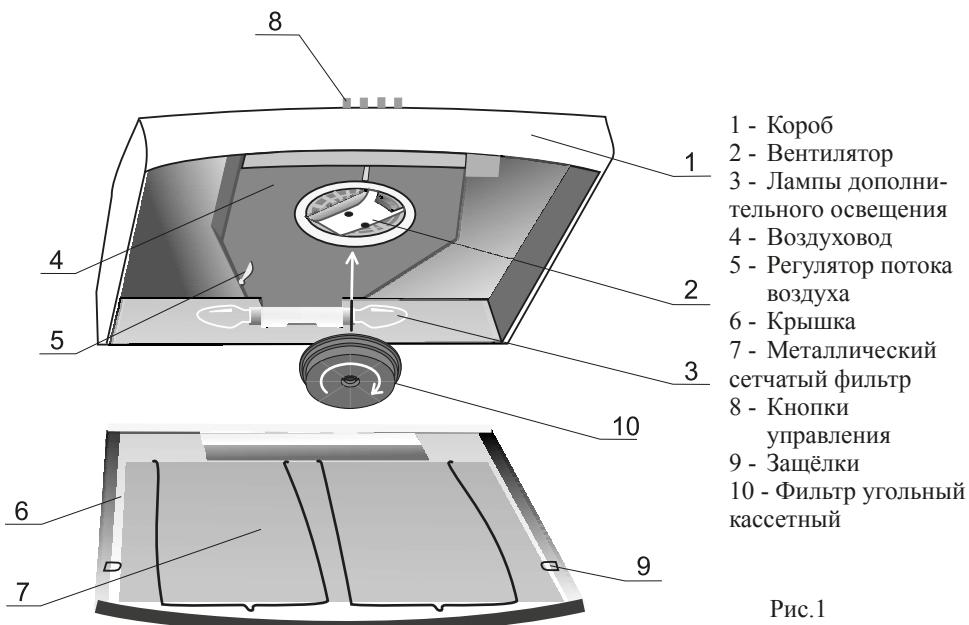
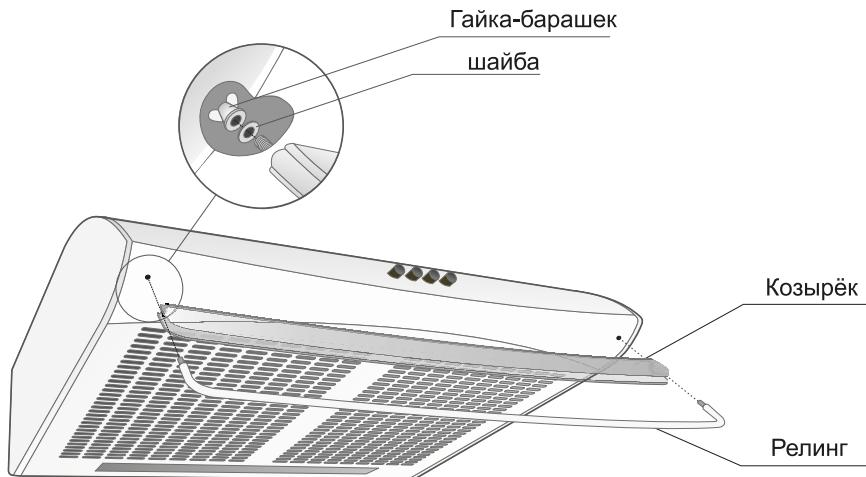

Рис.1
Рис. 3
- 5.1 Внутри короба 1 воздухоочистителя (рис.1) располагаются вентилятор 2, лампы дополнительного освещения 3, воздуховод 4 с регулятором потока воздуха 5. На передней части корпуса расположены кнопки управления 8. В зависимости от модели (см. табл.3) воздухоочиститель оснащается:
- крышкой 6 с сетчатым фильтром 7 (рис.1), а также, в зависимости от модификации, релингом с пластмассовым козырьком (рис.3).
- 5.3 С помощью кассетного угольного фильтра 10 (рекомендуется устанавливать на воздухоочистители, работающие в циркуляционном режиме) всасываемый воздух дополнительно очищается гранулами активированного угля, уменьшаются запахи от приготовления пищи. Угольный фильтр не подлежит регенерации и должен заменяться примерно каждые шесть месяцев (в зависимости от интенсивности эксплуатации). Для установки кассетного угольного фильтра оденьте его на три фиксирующих элемента в центре вентилятора и поверните по часовой стрелке до упора (рис. 1). Демонтаж фильтра производится в обратном порядке.
- 6.7 Совмещение флагжка регулятора потока воздуха 5 (см. рис.1) с рисунком  на воздуховоде указывает, что воздухоочиститель работает в циркуляционном режиме, т. е. очищенный воздух возвращается в помещение кухни.